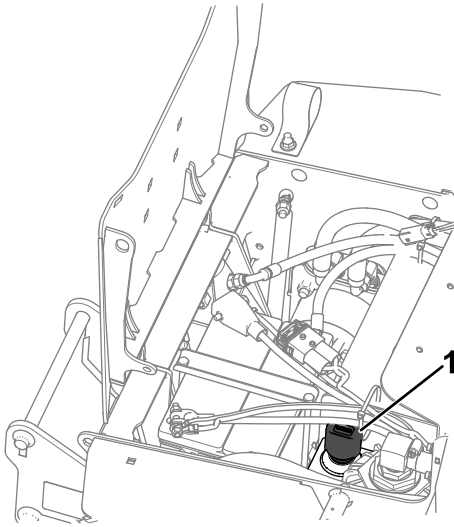

Figura 48
3. Limpie la zona alrededor del respiradero/la varilla del depósito hidráulico (Figura 48).